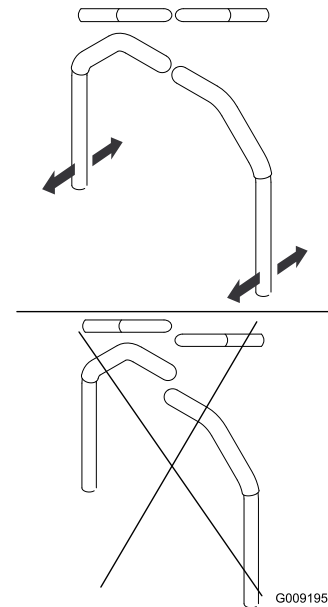

Bild 85
4. Richten Sie die Hebel in Längsrichtung aus. Bringen Sie die Hebel zuerst in der Neutral-Stellung zusammen und schieben Sie die Hebel dann so lange, bis sie ausgefluchtet sind. Ziehen Sie dann die Schrauben an (Bild 85).